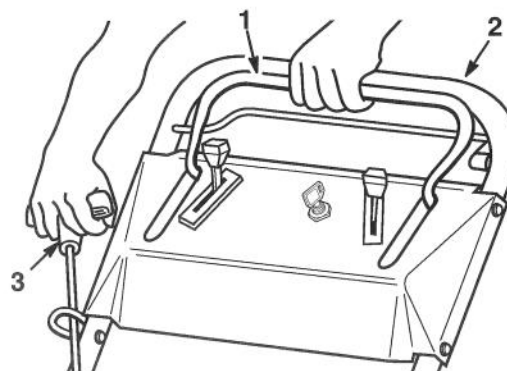

Figure 38
9. Maintenir la barre de commande de lame serrée contre le guidon et tirer plusieurs fois le cordon du démarreur pour expulser les résidus de carbone (Fig. 38).